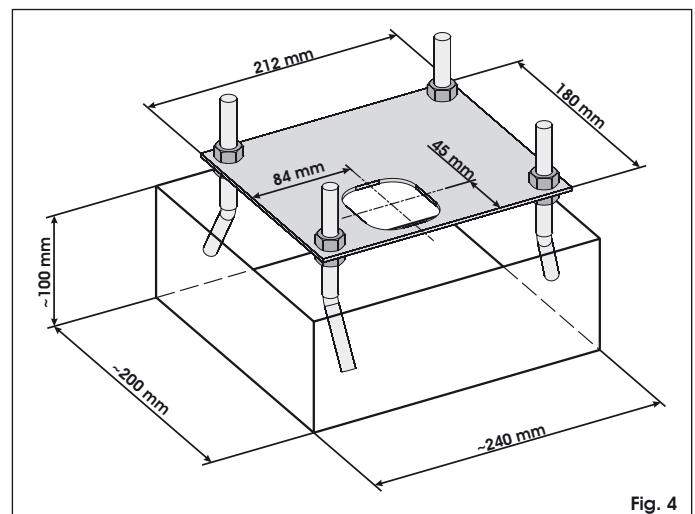
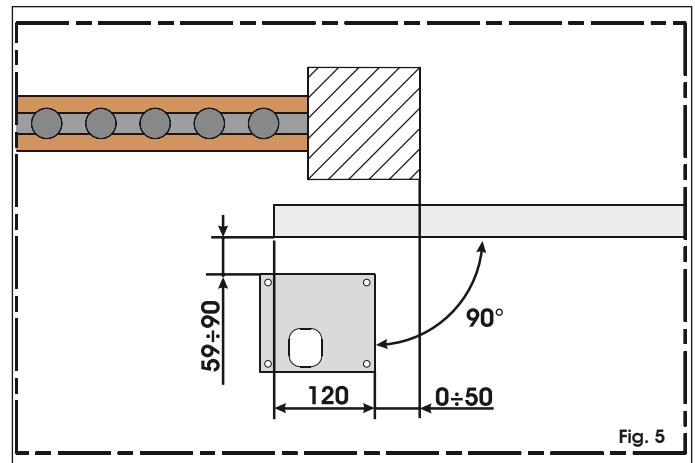
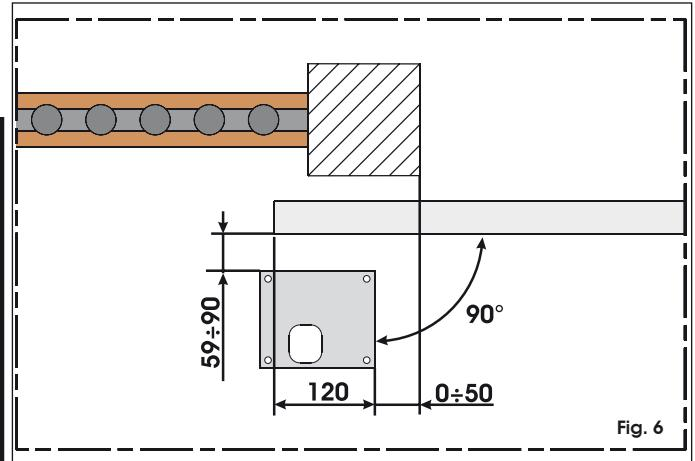

Fig. 4
Fig. 5
Fig. 6
2. Graaf een gat voor de basisplaat zoals aangeduid in fig. 4. De basisplaat moet worden geplaatst zoals aangeduid in fig. 5 (sluiting rechts) of fig. 6 (sluiting links) om ervoor te zorgen dat het rondsel en de tandheugel goed in elkaar grijpen.
- ⚠ 2) De aandrijving wordt geleverd voor een installatie die, van binnenuit gezien, de poort sluit naar de rechterkant van de aandrijving (fig. 5). Als hij naar de linkerkant wordt gesloten, moeten de kabels die op de klemmen van de motor zijn aangesloten worden omgedraaid.**